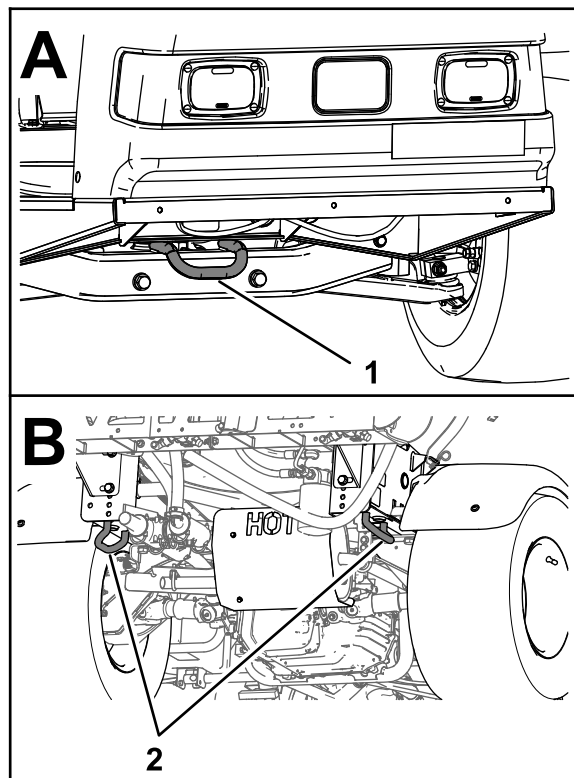

Figura 34
- Prenda bem a máquina ao veículo de transporte; Figura 34 ilustra os ganchos de fixação da máquina.